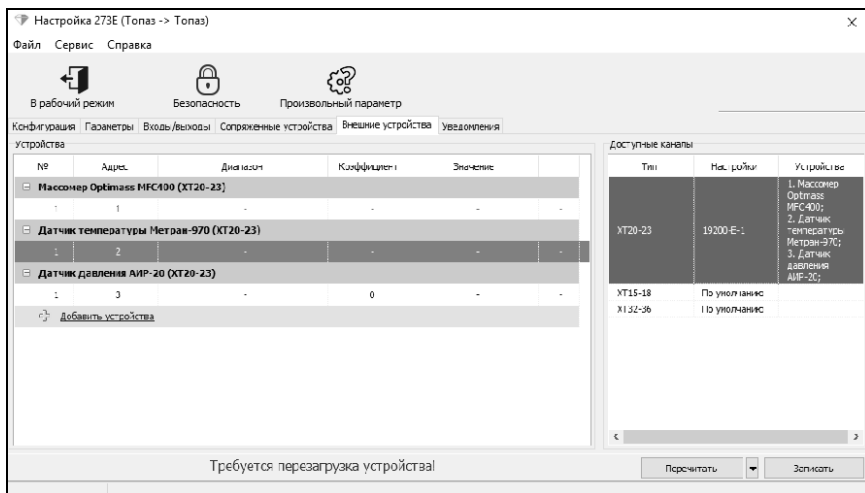

Рисунок 10
– В столбце "Адрес" для массомера задать адрес "1". Для датчика температуры задать адрес "2", а датчику давления адрес "3". В правом поле "Доступные каналы" в столбце "Настройки" изменить параметры "По умолчанию" на "19200-Е-1" (рисунок 10).